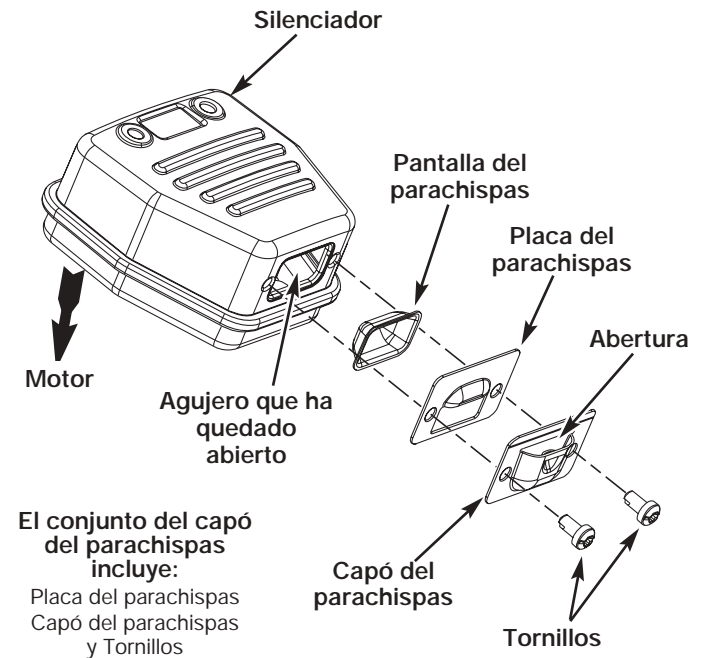

Fig. 31
2. Localice el silenciador, pero no lo quite. Busque los dos (2) tornillos en la parte inferior del silenciador (Fig. 31). Estos dos tornillos unen el conjunto de deflector de escape y la pantalla del parachispas a la parte inferior del silenciador. Quite los dos (2) tornillos usando una llave torx No. 20 o un destornillador plano.
6. Coloque la placa del parachispas encima del parachispas con el lado "levantado" hacia arriba mirando al motor (Fig. 31).
7. Coloque el capó del parachispas encima de la placa del parachispas con el lado "levantado" hacia arriba y la apertura mirando en dirección CONTRARIA al motor (Fig. 31). Asegúrese de que el escape se dirija en dirección CONTRARIA al motor.